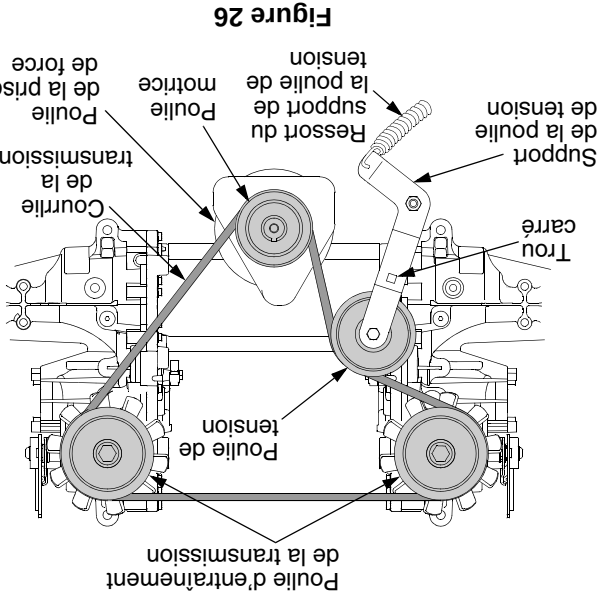

Figure 26
- De l'arrière, insérez un rochet d'entraînement de 3/8 de po dans le trou carré du support de la poulie de tension. Voir la Figure 26.